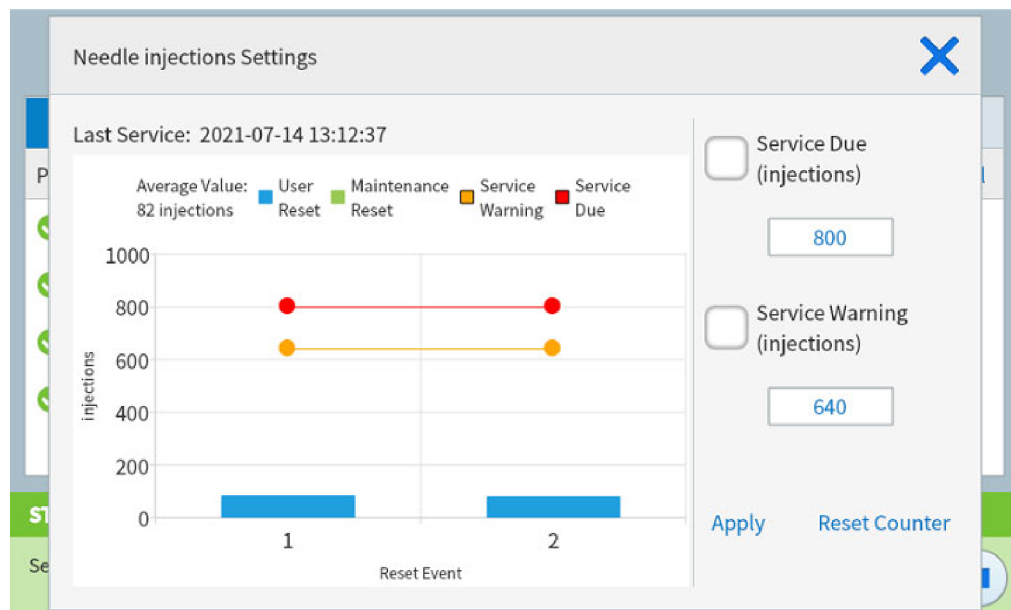

Figura 44. Ventana de diálogo de ajustes
2. Seleccione la lista **Detalles (Details)** correspondiente al contador que desea cambiar. La ventana de diálogo incluye un gráfico de tendencias para los últimos eventos de restablecimiento de este contador. Consulte la Figura 44.